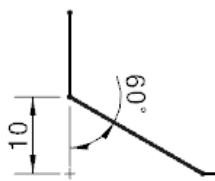

图 5.6.18 “偏置和角度”类型倒斜角
- 如果选择 **偏置和角度** 选项时, 定义其距离和角度, 其结果如图 5.6.18 所示。